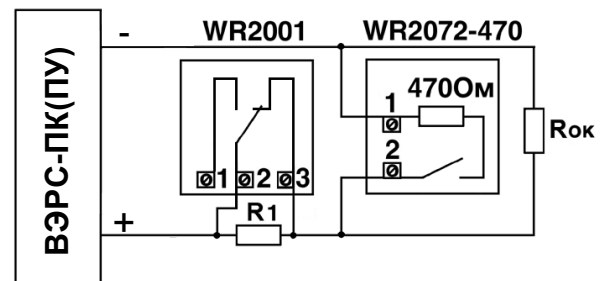

Рис. 2. Подключение извещателей серии WR2000 к ПУП «ВЭРС-ПУ» и ПКОП «ВЭРС-ПК»
- Ручные извещатели ИПР-СС (WR2001/SR) включаются в шлейф последовательно или параллельно. При последовательном включении используются нормально замкнутые контакты 2, 3 извещателя с шунтированием их резистором R1 8,2 кОм (рис. 2). При параллельном включении извещателей серии WR2000 используются нормально разомкнутые контакты 1, 2 с последовательно включенным резистором (рис. 2). В извещателе WR2072/SR-470 уже установлен резистор 470 Ом, в ИПР-СС (WR2001/SR) его необходимо установить при монтаже.